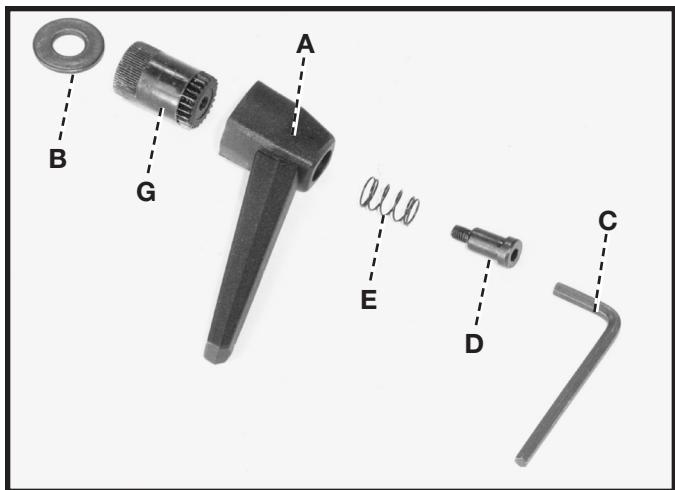

Fig. 13
- Fig. 13 exposiciones que la mesa que cierra palanca desmontada (quitó en el **PASO 1**). El artículo (B) es un M10 arandela plana, (G) semental, (UN) Cerrando Palanca, (E) la primavera, (D) el tornillo de hombro, y (C) 4 mm llave inglesa del mal de ojo.